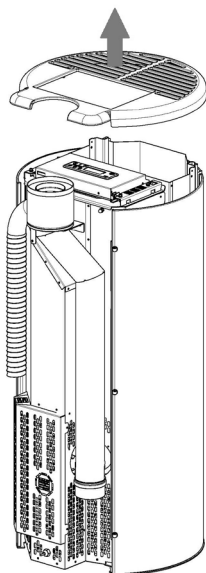

Fig. 72 - Remoção do tampo
- Remover a tampa de ferro fundido (ver **Fig. 72**).